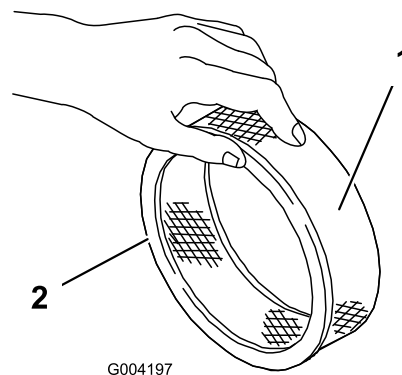

Figura 19
5. Verifique se o filtro de papel tem rasgões, película de óleo ou o vedante de borracha danificado (Figura 19).
1. Faça deslizar cuidadosamente o filtro prévio de esponja para o filtro de papel (Figura 19).